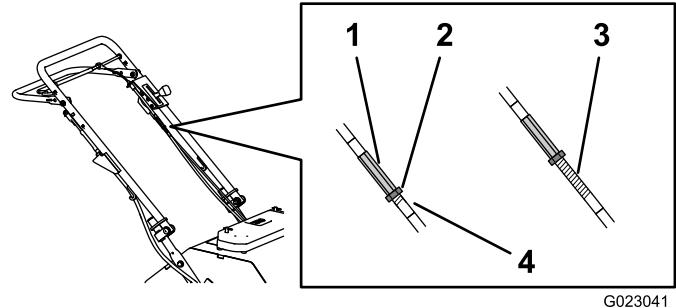

Figure 35
- A. Desserrez l'écrou de blocage (Figure 35) sur le câble de commande de déplacement.
- B. Réglez le raccord de câble (Figure 35) de 3 mm (1/8 po) à la fois jusqu'à ce que le ressort (Figure 36) soit tendu d'environ 10 mm (3/8 po) par rapport à sa position d'origine (détendu).
Pour accroître la tension de la courroie, tournez le raccord de câble dans le sens antihoraire, pour exposer **plus** de filets. Pour réduire la tension de la courroie, tournez le raccord de câble dans le sens horaire, pour exposer **moins** de filets (Figure 35).